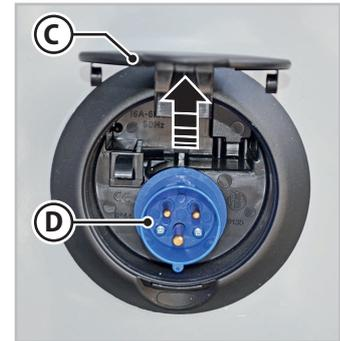

Abb. 6.33 - 220-V-Steckdose
2. Heben Sie die Abdeckung (C - Abb. 6.33) der Steckdose (D - Abb. 6.33) an der Seite des Wohnmobils an.
3. Schließen Sie ein externes Kabel des zugelassenem Typs und mit geeignetem Querschnitt an die Steckdose (D - Abb. 6.33) an.